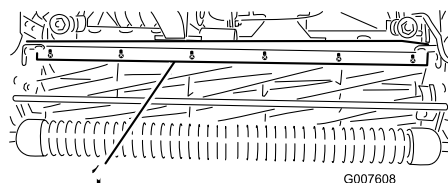

Figure 46
1. Desserrez les vis de fixation de la barre supérieure (Figure 46) au plateau de coupe.